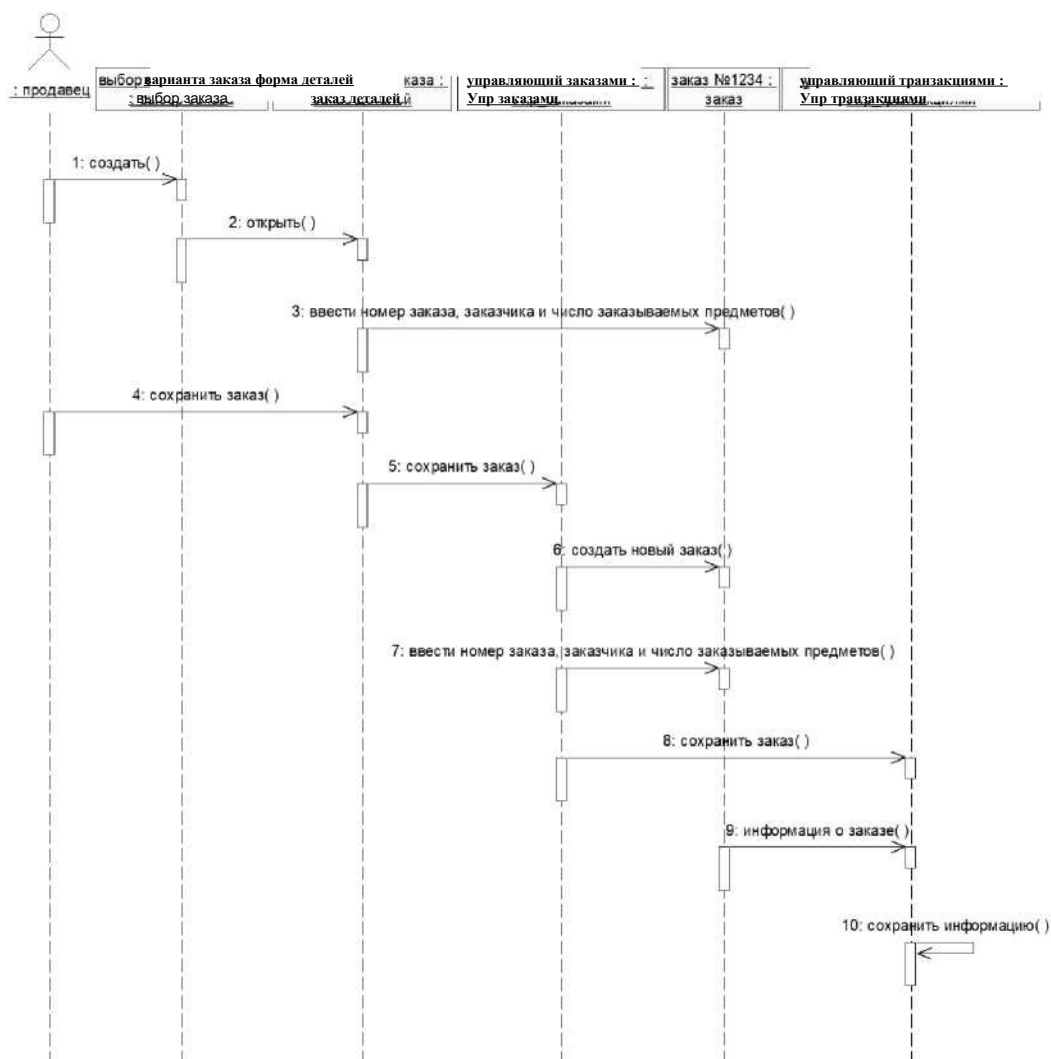

Рис. 3. Окончательный вид диаграммы
- Диаграмма должна выглядеть, как на рис. 3.